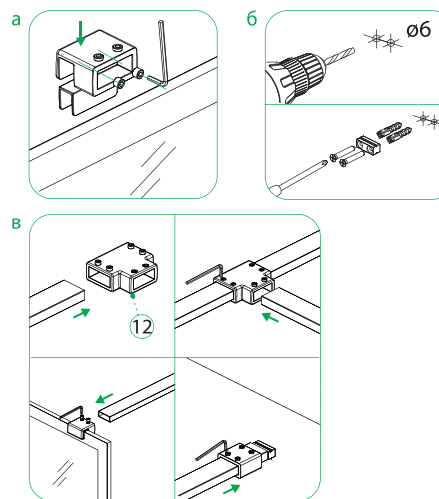

Рис. 10/10-сур.
8. После чего необходимо закрепить профиль жесткости изделия. Коннекторы профиля со стеклом обычно устанавливаются на расстоянии 10-15 см от торца закаленного стекла – закрепите их (рис. 10-а).
9. Просверлите в стене отверстия для коннектора профиля со стеной напротив коннектора профиля со стеклом (рис. 10-б). Закрепите профили жесткости, предварительно отрезав необходимую длину ножовкой согласно расположению держателей на стеклах и стене.
Важно! Для сборки двух каркасов вам понадобится коннектор каркаса душевой перегородки Walk In, который приобретается отдельно (рис. 10-в).